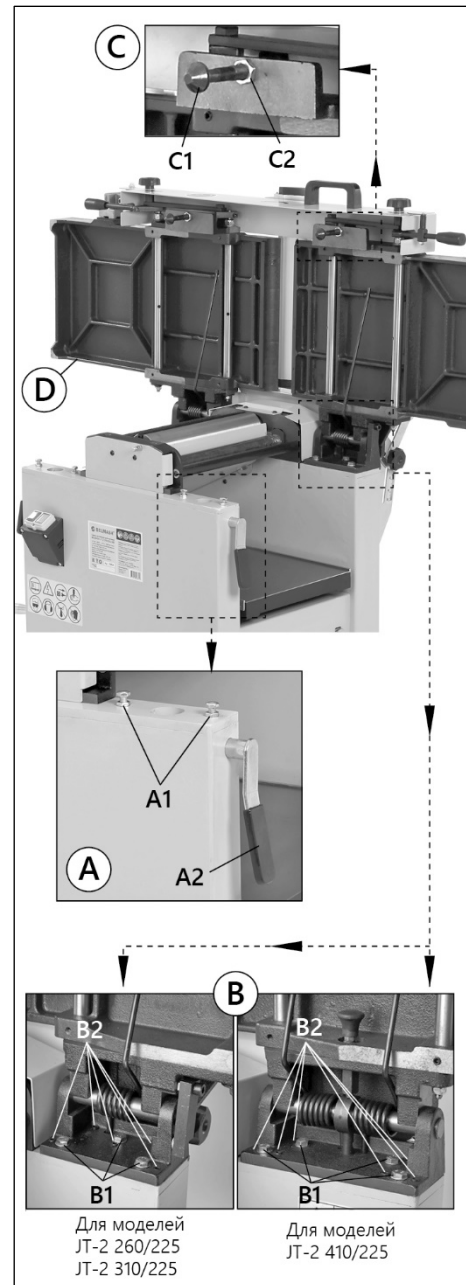

Рисунок 11.
- Разблокируйте обе ручки А2 корпуса (рис. 11).
- С помощью ключа ослабьте болты В1 (рис. 11).
Для достижения наилучших результатов, ручки блокировки А2 (рис. 11) стола должны быть в опущенном положении – это положение полной блокировки.